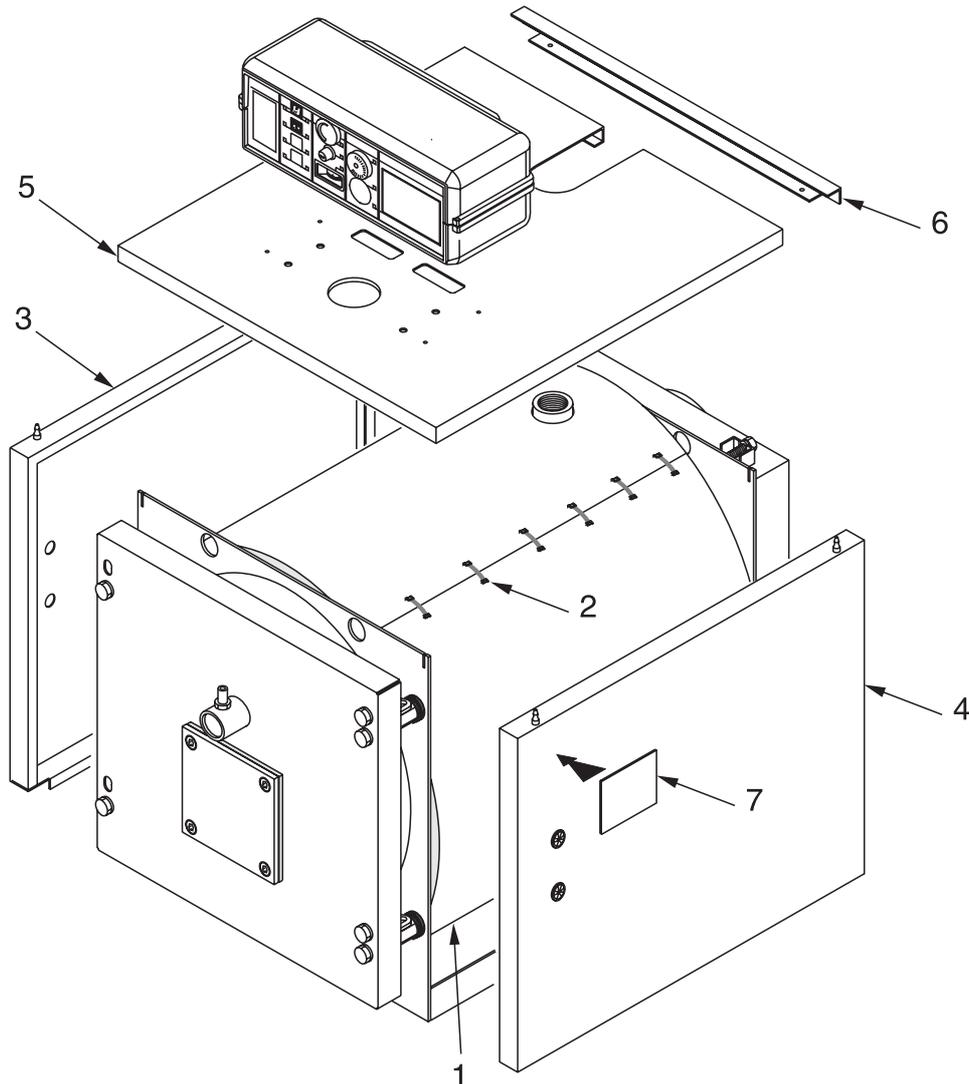

fig. 15
N.B. Per i modelli compresi tra **PAB 64** e **PAB 510** (rif. fig. 15, 16, 17 e 18), il mantello e l'isolamento sono contenuti in 1 imballo marcato:
Sequenza di montaggio (Rif. fig. 15 e 16)